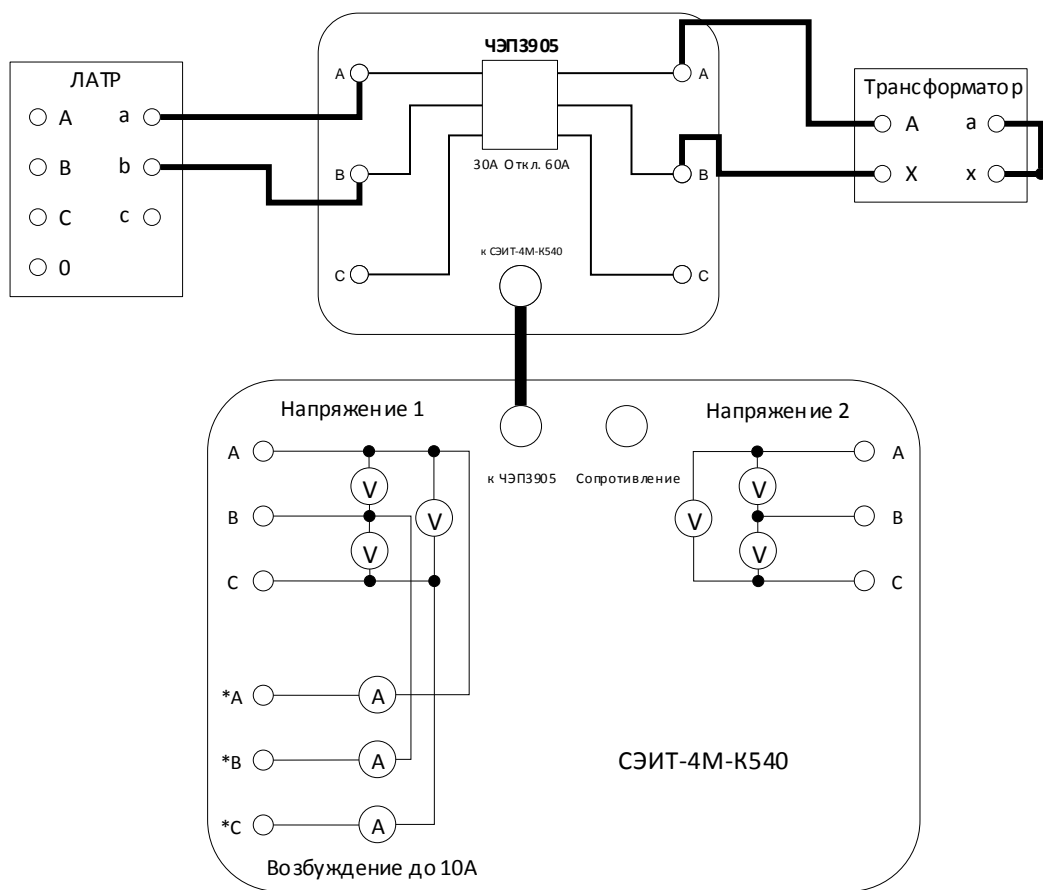

Рис. 21. Схема соединений для однофазного опыта КЗ с применением БТТ.
5.4.4. При использовании БТТ в однофазном опыте КЗ следует собирать схему, представленную на рис. 21.